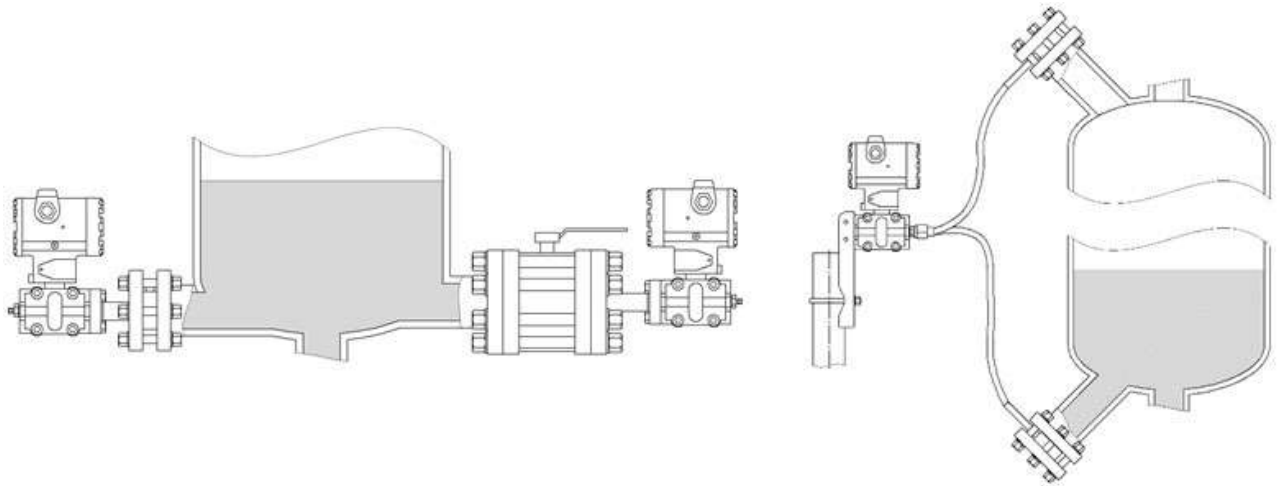

Рисунок 11 – Схема монтажа датчика измерения уровня
3.2.11 Датчик измерения уровня необходимо располагать в самой нижней точке измерения. Не допускается устанавливать датчик в потоке загружаемой среды или в месте резервуара подверженного скачкам давления (зона всасывания насоса, лопастей мешалки). Для упрощения эксплуатации датчик следует устанавливать за отсечным устройством. Примеры монтажа представлены на Рисунок 11. После монтажа необходимо обязательно обнулять датчик при пустой емкости.